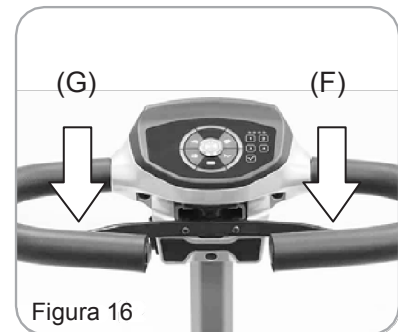

Figura 16
- Puxe o acelerador direito (F) para mover a scooter para a frente. Puxe o acelerador esquerdo (G) para mover a scooter para trás. Se necessário, estas definições podem ser invertidas pelo fornecedor local. (Figura 16)